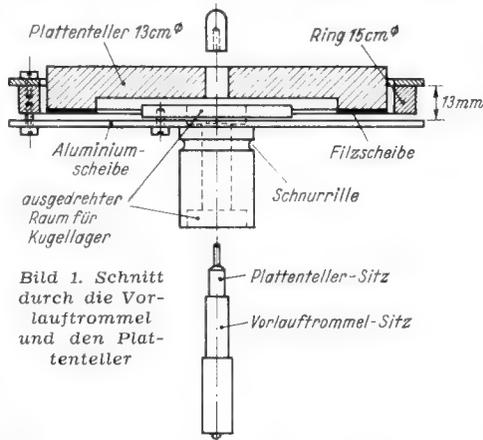

Bild 1. Schnitt durch die Vorlauffrommel und den Plattenteller
**Bild 1** zeigt die Vorlauffrommel. Sie ist aus einer 2 mm starken Aluminiumscheibe hergestellt und trägt einen Eisenring, auf den der Draht aufgespult wird. Die Achse der Vorlauffrommel besteht aus einem angeschraubten Drehteil, das zwei eingepreßte Kugellager enthält. Die vollständige Vorlauffrommel wird auf das Perpetuum-Ebner-Allstromlaufwerk aufgesetzt, des-
Bild 1 zeigt das Prinzip einer ähnlichen Drucktastenordnung beim Grundig-Autosuper in den Einzelheiten. Der Schieber 1 trägt den Kunststoff-Tastenkörper 2. Ein Klemmhebel 3 ist bei 4 drehbar gelagert. Der Hebel besitzt auf der Rückseite die gleiche Form und greift bei 3 um den Schieber herum. Er hält dadurch mit seiner Nase das gehärtete Stahlsegment 5 fest.